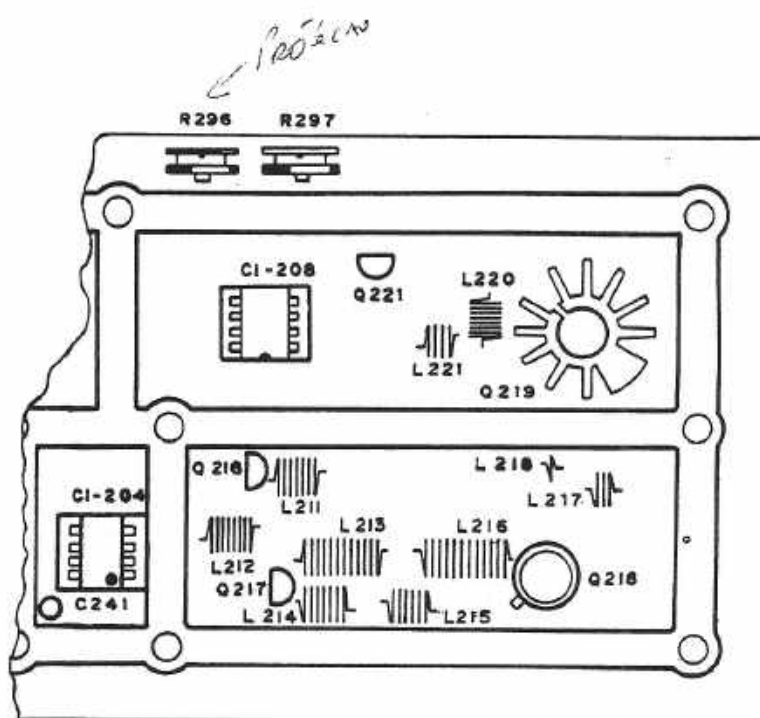

FIG. 6
-Desconectar o cabo de saída de RF (conector de antena), acionar o transmissor (sem modulação) e ajustar o trimpot R 297 (vide fig.6)para se obter a metade da corrente nominal de consumo no amperímetro da fonte de alimentação.